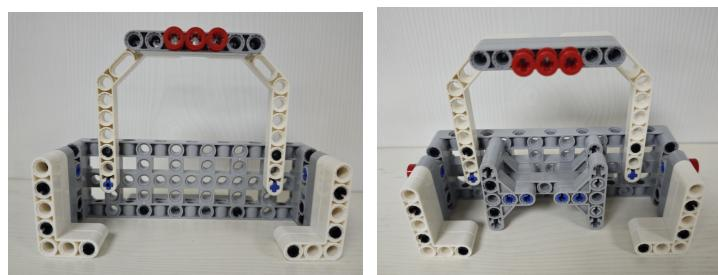

图 4 “智能设备”模型，“新能源材料”放置于“智能设备”凹槽内示意图
4.1.3 “新能源材料”模型送至“智能设备”所在的固定拼装块内，记 10 分；若该“新能源材料”模型垂直投影完全放置在“智能设备”的凹槽内，加记 50 分；如图 4 所示。